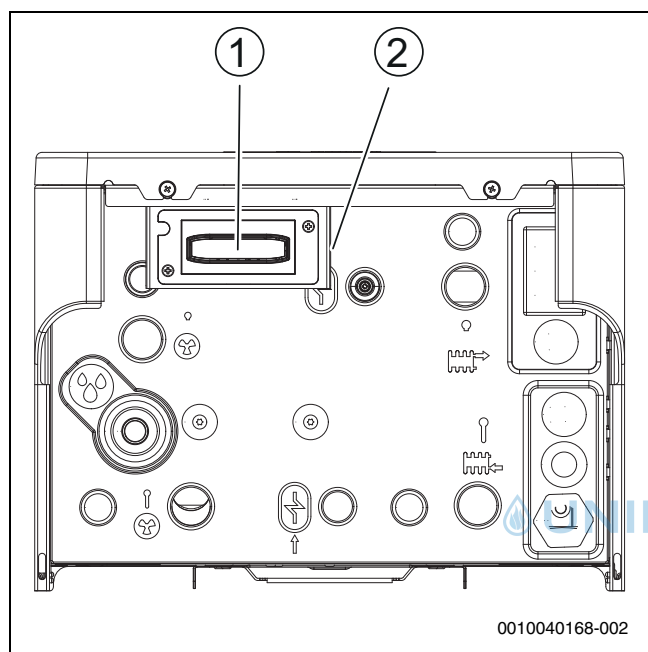

Bild 12 Funkmodul aufstellen
1. Hebel ausklappen (→ [2], Abb. 12).
2. Modul in den Halter einsetzen (→ [1], Abbildung 12).